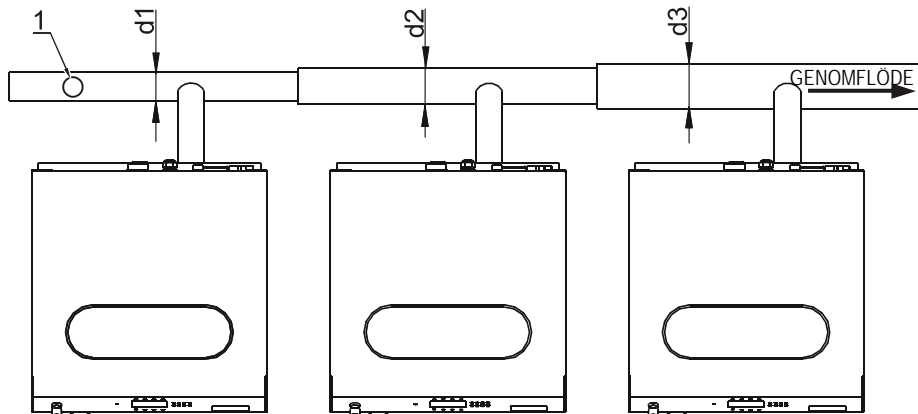

Fig. 24 Rekommenderad avloppsrördiameter
- Huvudavloppsledning måste ha kapacitet för att kunna ta emot avloppsvatten från alla ihopkopplade maskiner på gång. På varje 20 meter måste ett medel installeras på avloppsrör, se fig. 24., pos. 1, för att få bort lukt. Om du inte kan bli av med lukten på ett tillfredställande sätt installera ett medel på vardera maskin för att få bort lukt. Vid varje anslutning av en ny maskin ökar avloppsrördiameter eller bredd något mer. Se fig. 24.,  $d1$ ,  $d2$ ,  $d3$ .